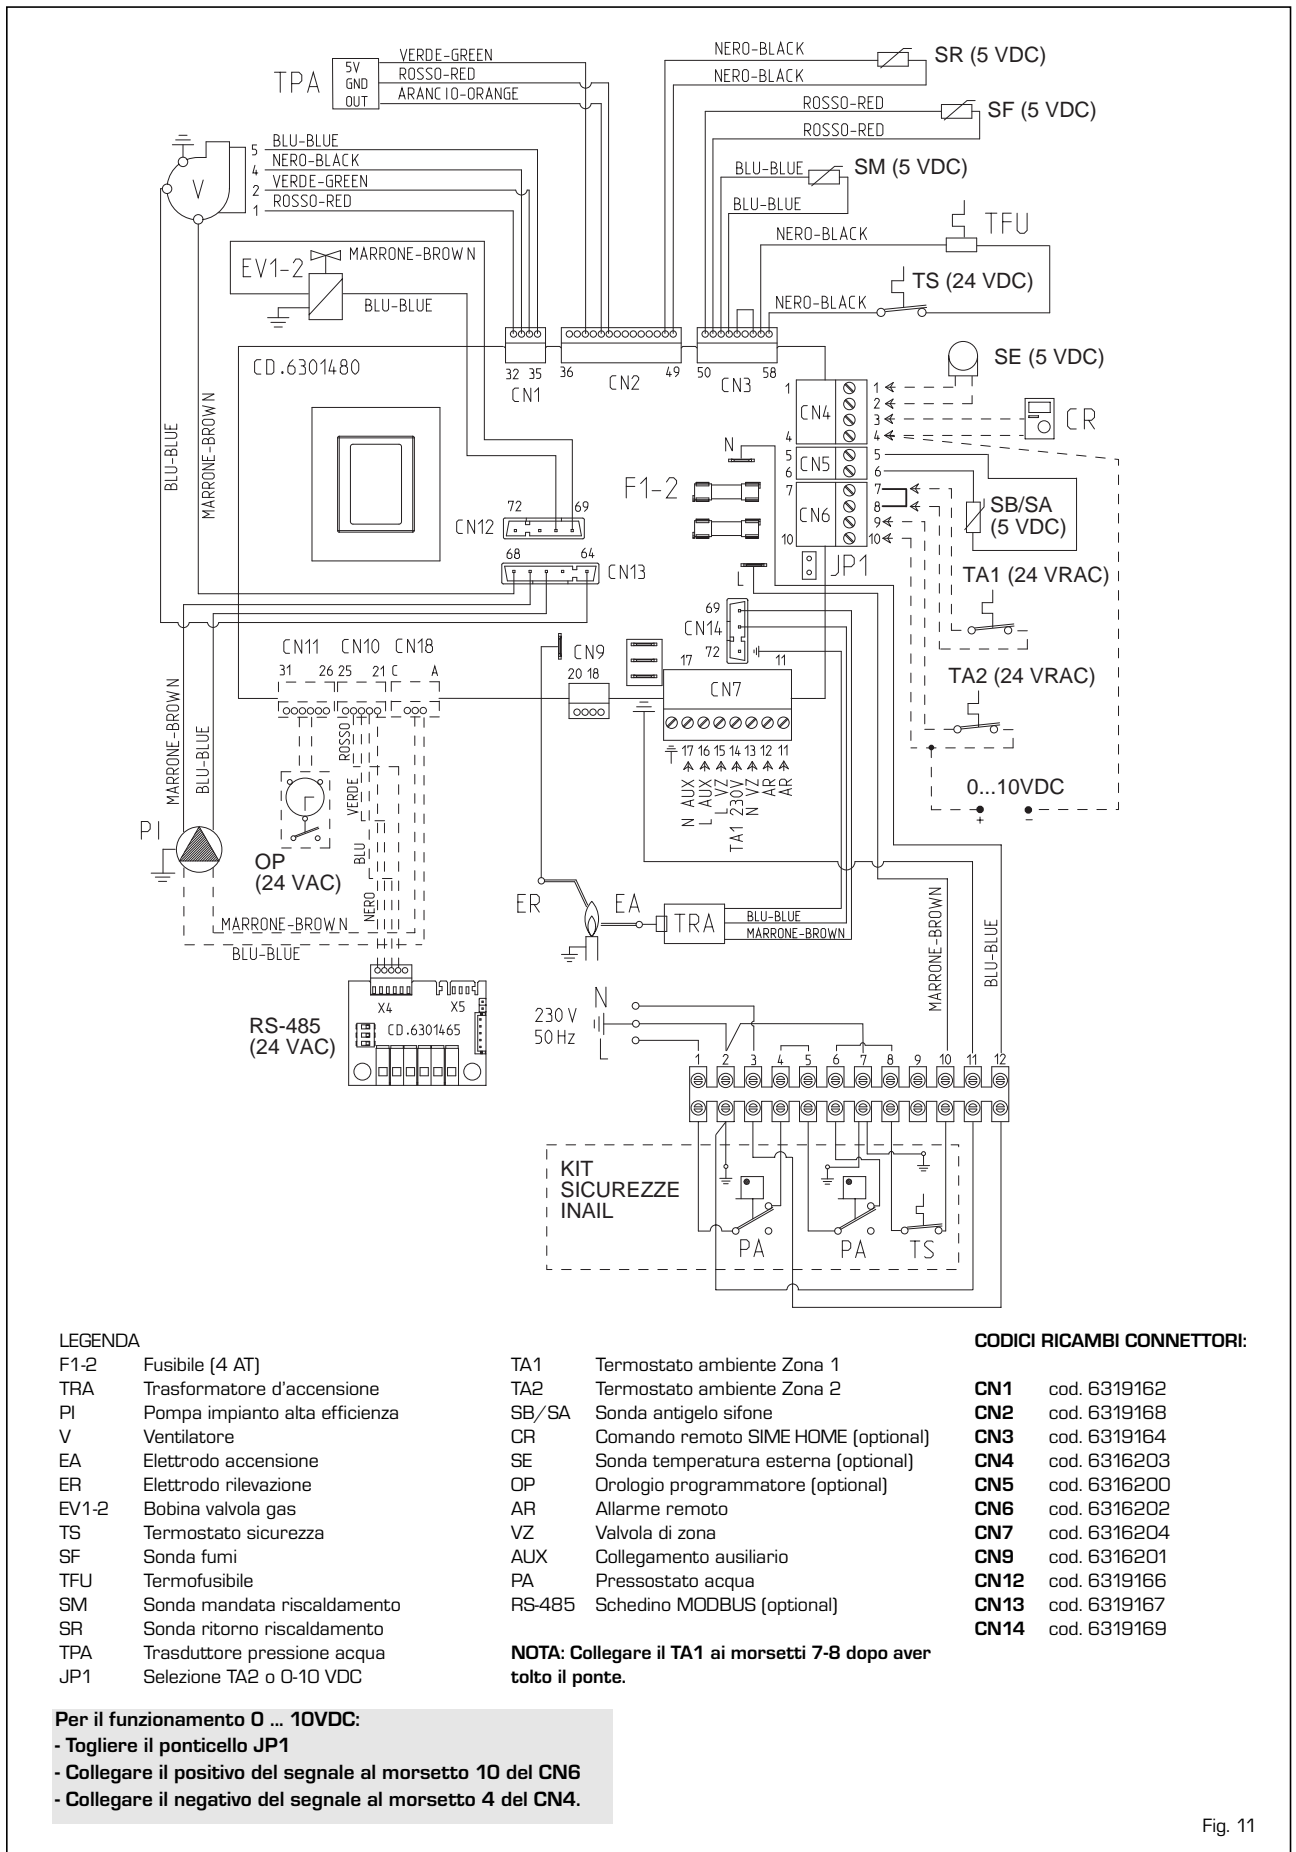

Fig. 11
2.10.1 Schema elettrico (fig. 11)